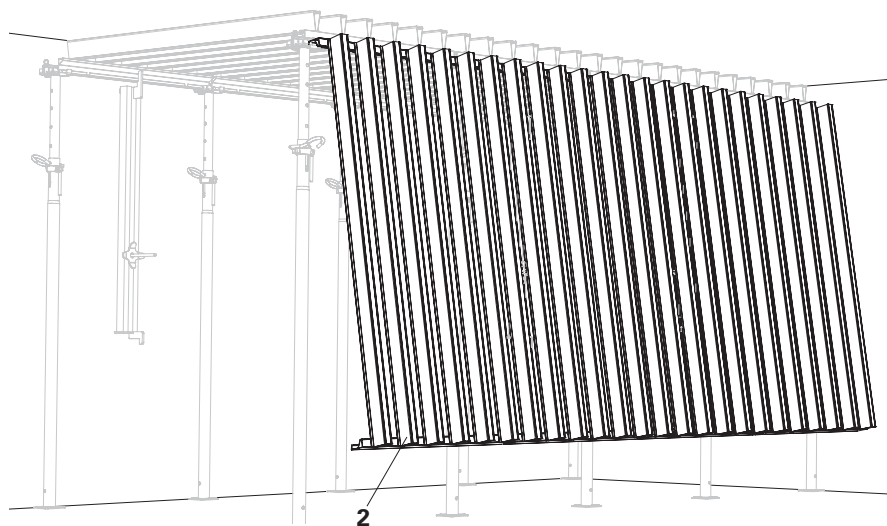

Fig. A4.11
1. Agganciare gli elementi standard GFP (2). (Fig. A4.11)